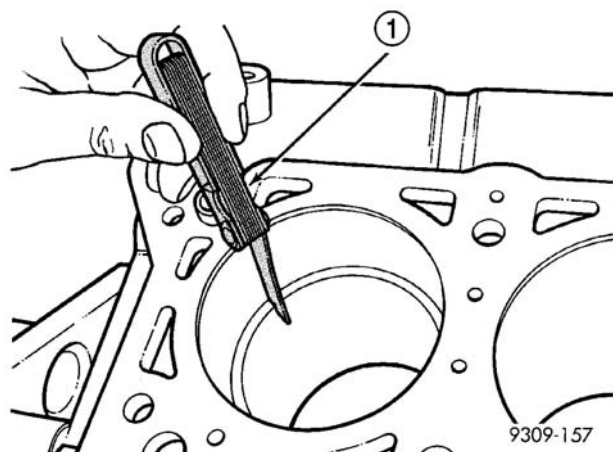

图 83 活塞环间隙
(1) 将气缸擦拭干净。插入环和推下活塞以确保缸径中的方正度自缸径顶部大约 12mm (0.50in)。用测隙规检查环间隙（图 83）。关于间隙规格（参见 9-发动机-规格）。